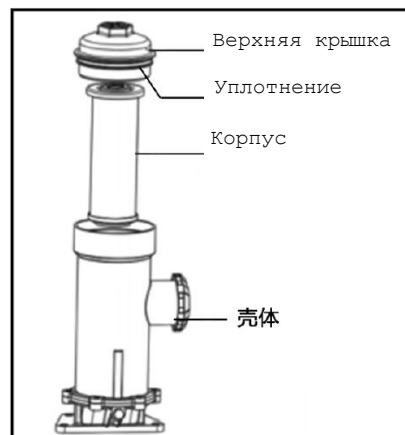

Рис. 3.9 ФЭ маслогазового сепаратора
1. Открыть верхнюю крышку маслогазового сепаратора, достать фильтроэлемент (см. рис. 3.9)